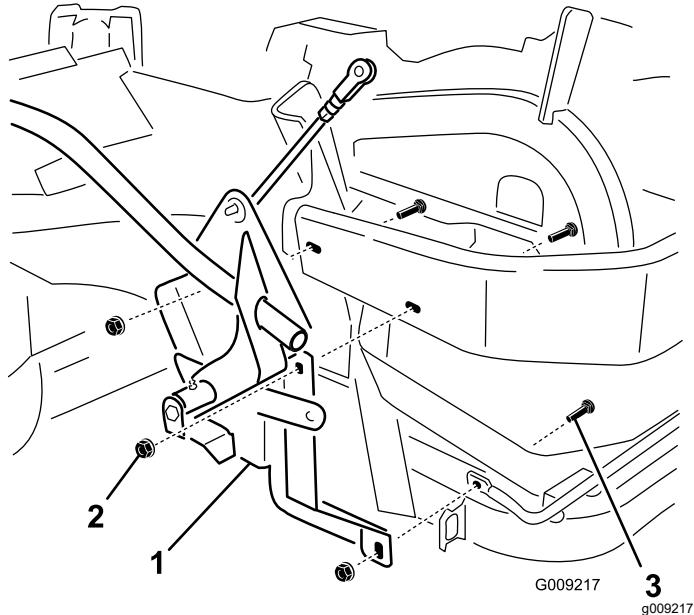

Figure 8
3. Fixez la poignée et le support sur le côté de la machine à l'aide de 3 boulons de carrosserie ($\frac{3}{8}$ x 1 $\frac{1}{4}$ po) et de 3 écrous à embase (grande embase – $\frac{3}{8}$ po), comme montré à la Figure 8.